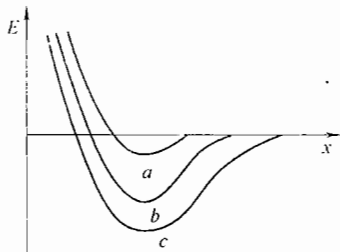

图 40-1 第三题第 1 小题图
1. 图 40-1 绘出了三类材料——金属、离子晶体和高分子材料之能量与距离关系曲线, 试指出它们各代表何种材料? 并说明三种材料所具有的基本性能与原子键之间的关系。